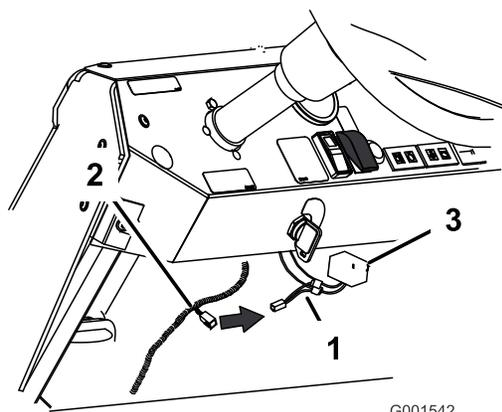

Figure 17
- B. Assortissez les câbles de couleur et raccordez par épissure les deux extrémités aux câbles qui rejoignent le connecteur du commutateur d'éclairage (Figure 17).
C. Connectez le faisceau de câblage d'adaptateur au nouveau faisceau (Figure 17).